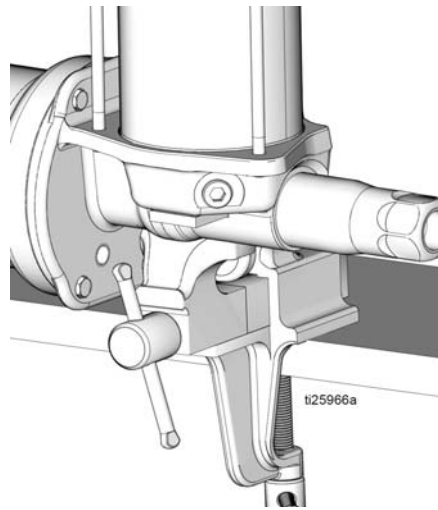

图 12
6. 在老虎钳中夹紧泵底座，如图 12 所示。使用软夹老虎钳或将布放入老虎钳卡爪中，保护泵底座的表面。